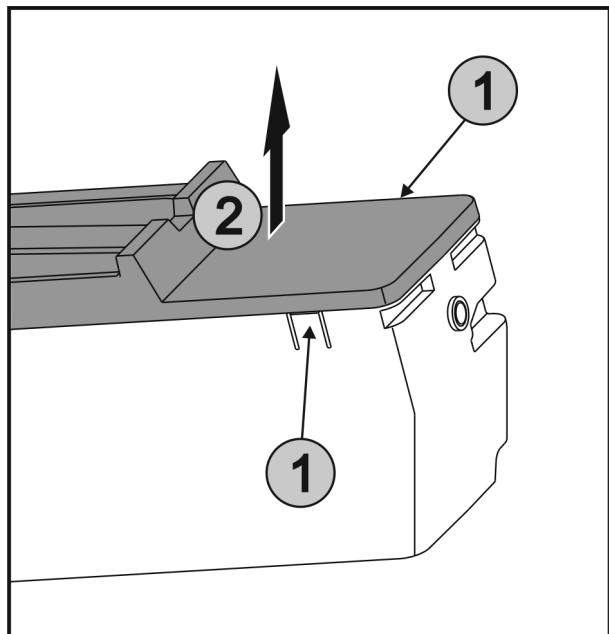

Fig. 60
- ▶ Накладки Fig. 60 (1) з обох боків EasyTwist-Ice натиснути одночасно і кришку Fig. 60 (2) вийняти рухом вгору.